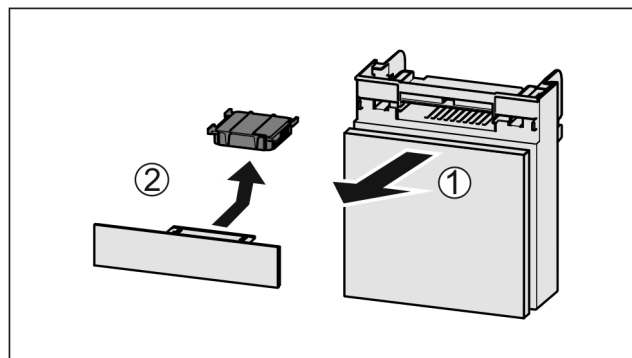

Fig. 153
- Zásuvku vytáhněte dopředu Fig. 153 (1).
- Filtr s aktivním uhlím vyjměte Fig. 153 (2).